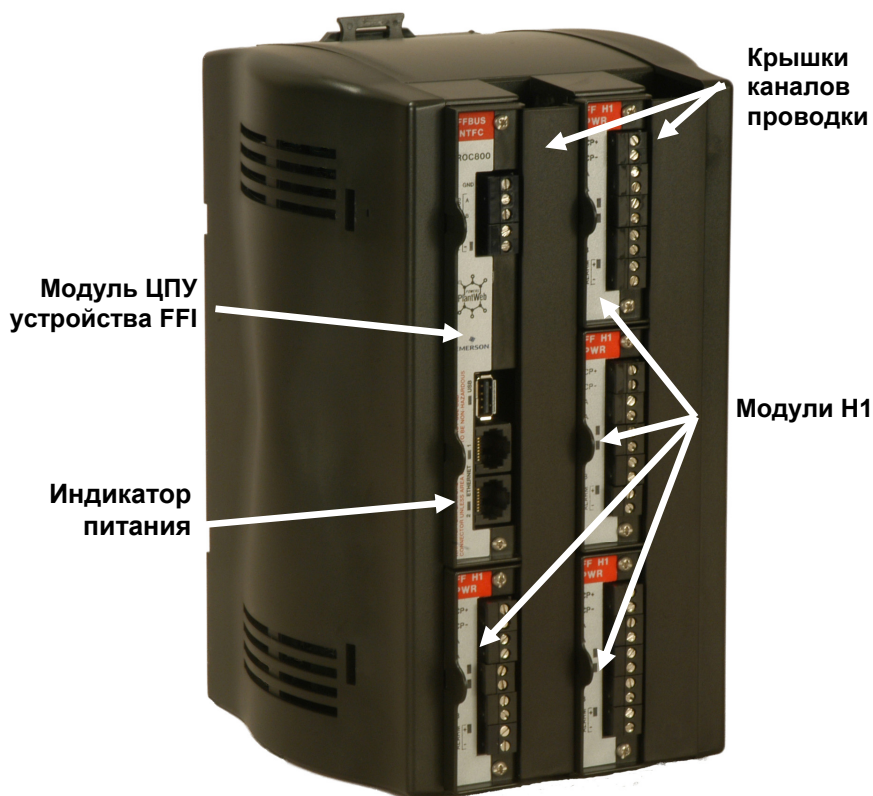

Рис. 13. FOUNDATION Fieldbus Interface
3. По завершении монтажа клеммных колодок нажмите на крышки кабель-каналов, чтобы зафиксировать их над кабель-каналами. См. *рис. 13*.
4. Подайте питание для пуска устройства FFI. Светодиодный индикатор питания устройства FFI (см. *Рис. 13*) должен гореть зеленым цветом, означающим корректное напряжение питания.